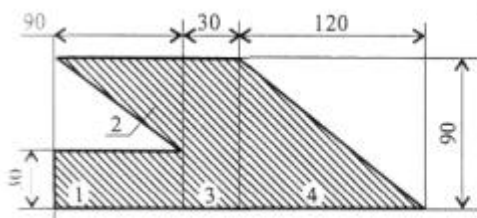

Рис.7.
1. Определить положение центра тяжести каждой из фигур, составляющих сечение (рис. 7). Размеры на чертеже указаны в мм.